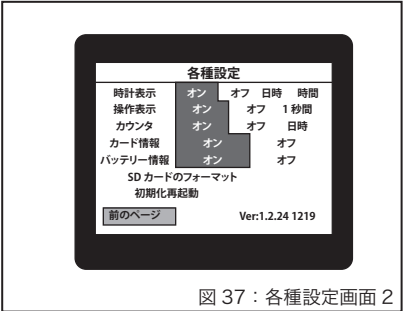

図 37：各種設定画面 2
- 各種設定画面の「次のページ」を選択すると、各種設定画面2（図 37）が表示されます。